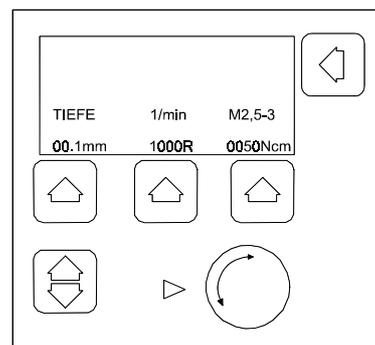

Bild 4-9 Arbeitsmenü
4. Im Arbeitsmenü (Bild 4-9) die Fertigungsdaten eingeben: